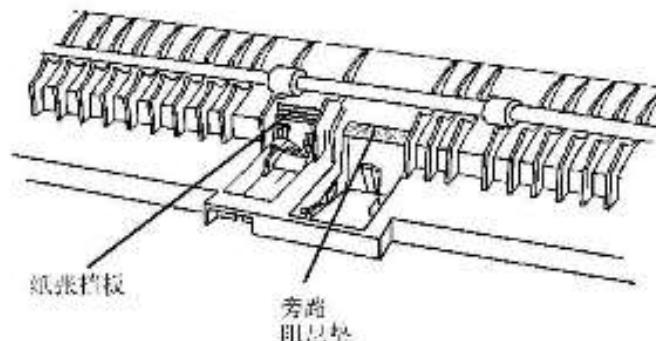

图 4 定位纸张挡板
1. 定位纸张挡板和旁路阻尼垫(如步骤 2 所示)以免 C3 卡纸(图4)。